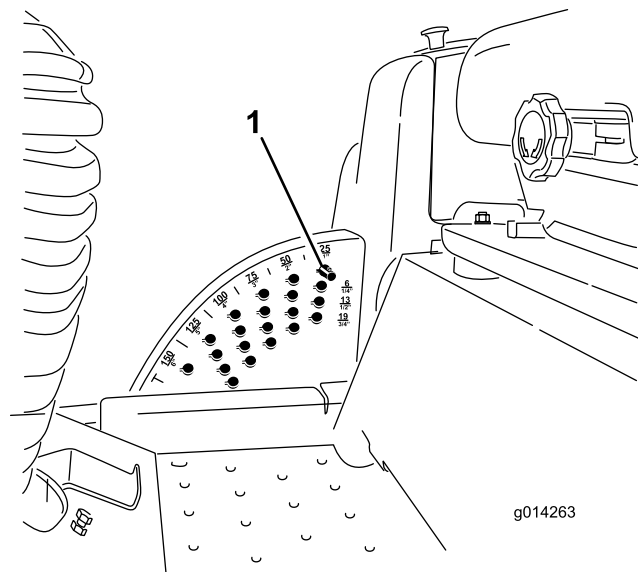

图2
3. 为了重新安装应留意剪草高度销在剪草高度支架中的位置图2。从剪草高度支架中拔出剪草高度销。